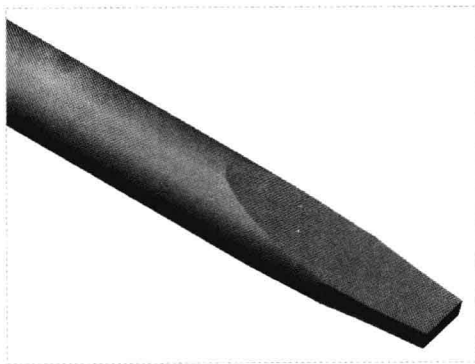

图 15-39 创建拉伸切除特征 3
Step 17 单击“移除材料”按钮,并在“选项”下滑面板中设置“侧 1”和“侧 2”的类型为“穿透”,单击“应用并保存在工具中所做的所有更改,然后关闭工具操控板”按钮,完成拉伸切除特征的创建,如图 15-39 所示。